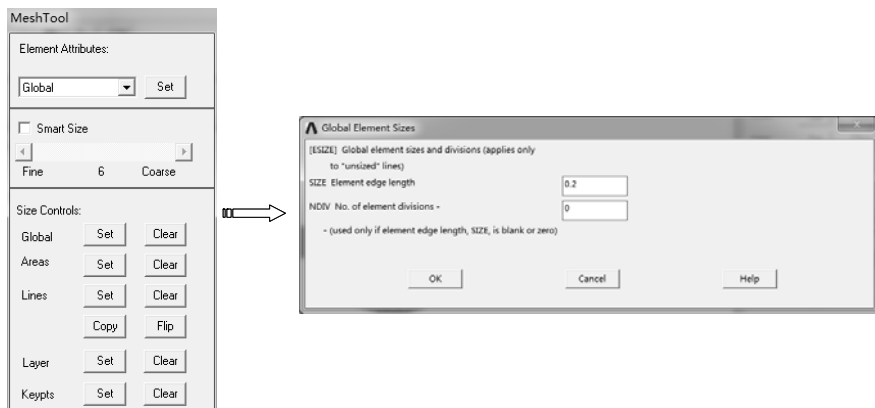

图 7-138 设置单元边长
1) 选择“Main Menu>Preprocessor>Meshing>Mesh Tool”命令, 弹出“Mesh Tool”对话框, 单击“Global”后的“Set”按钮, 弹出“Global Element Sizes”对话框, 在“Element edge length”文本框中输入 0.2, 单击“OK”按钮完成, 如图 7-138 所示。